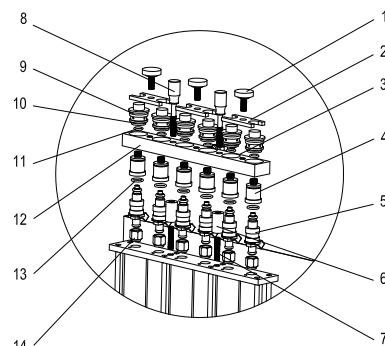

Figura 07
- Instale el distribuidor de combustible y el inyector en el soporte del distribuidor de combustible con un tornillo ajustable adecuado y tuercas moleteadas, y apriete dos tornillos rifle (negros). Vea la Figura 07.